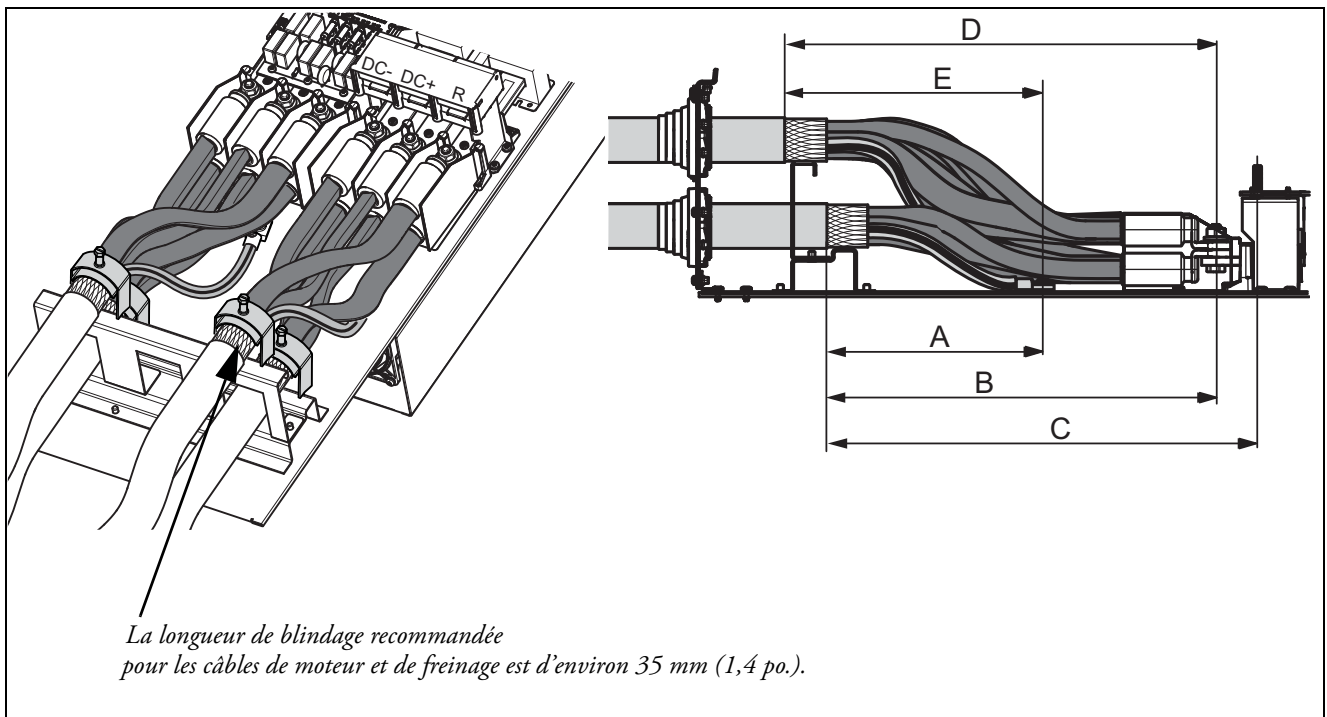

Fig. 61 Les distances entre le collier de câble et les boulons de connexion pour taille FA.
4. Dénuder les câbles conformément au tableau 15 et à la fig. 61.
3. Dénuder les câbles conformément au tableau 17 et à la fig. 61.
La Fig. 61 indique la distance entre le collier de câble et les boulons de connexion permettant de décider des longueurs de câbles à dénuder.